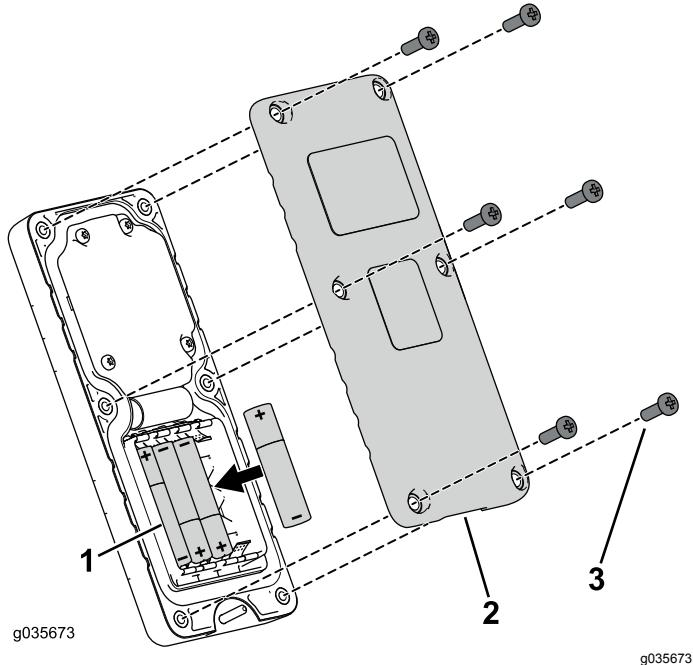

Bild 32
1. Nehmen Sie die sechs Schrauben aus der Rückseite der Fernbedienung heraus und nehmen Sie die Abdeckung ab (Bild 32).
5. Setzen Sie die Abdeckung auf und befestigen sie mit den sechs vorher entfernten Schrauben (Bild 32) und ziehen sie mit 1,5-1,7 N·m an.